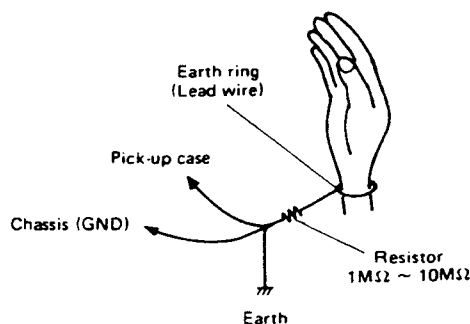

Fig.4-2
- (1) Do not touch the laser diode terminal, the LD plate and circuit components.
- (2) While adjusting the laser pick-up, be sure to ground connected instruments and your body to prevent static electricity destroying the laser diodes (See Fig. 4-2).
- (3) Laser beams are similar to infrared rays. Do not look at the beams directly, and keep your eyes at least 30cm away from them.
- (1) レーザー・ダイオード端子、及びLDプレート、回路部品に直接手を触れぬこと。
- (2) 光ピックアップを取り扱う際は、測定器等に確実なアースを取る。又、人体アースを行ない、静電気破壊を防止してください。(Fig.4-2参照)
- (3) レーザ光は近赤外で目視は困難です。目の安全のため目を対物レンズから30cm以上離してください。